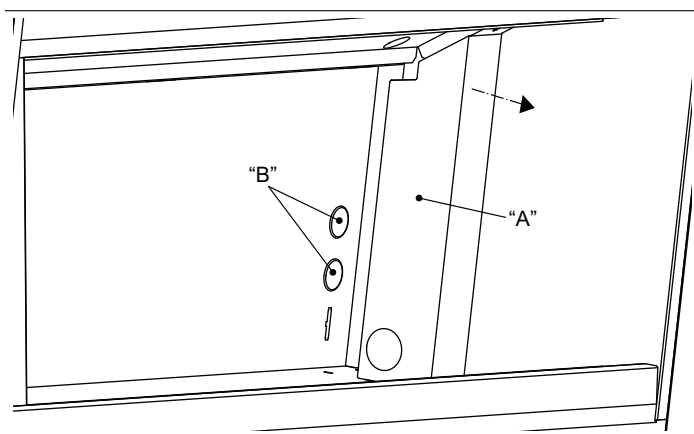

Figura 8: Circulares hundidas de la caja de conexiones
1. Quite la tapa de la caja de conexiones, la que cubre los cables (*consulte la Figura 8 en la página 50*).
2. Quite las entradas circulares hundidas (*Figura 8 en la página 50*).